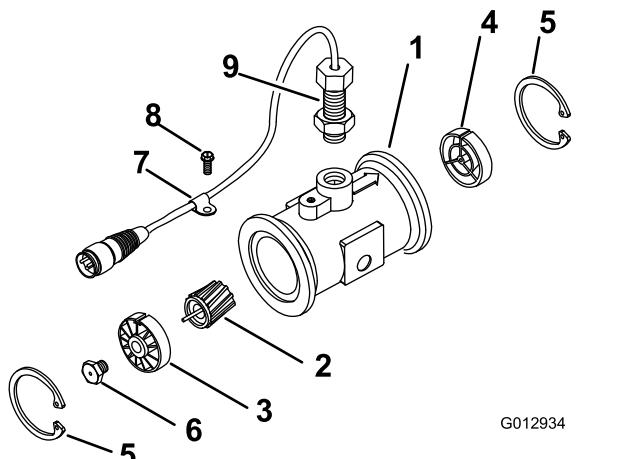

Figura 47
3. Retire el anillo de sujeción del lado "aguas arriba" (Figura 47).